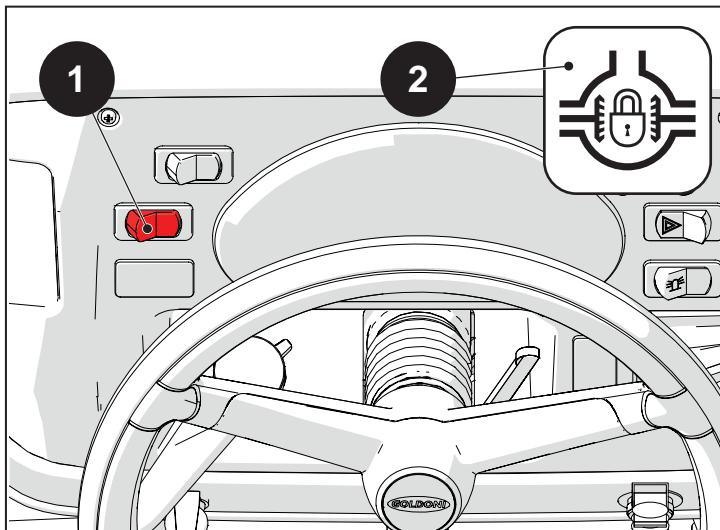

Abb. 5.23
Um die Differentialsperre wieder zu aktivieren, muss man erneut die Taste (1) aus Abbildung 5.23 drücken 5.23.